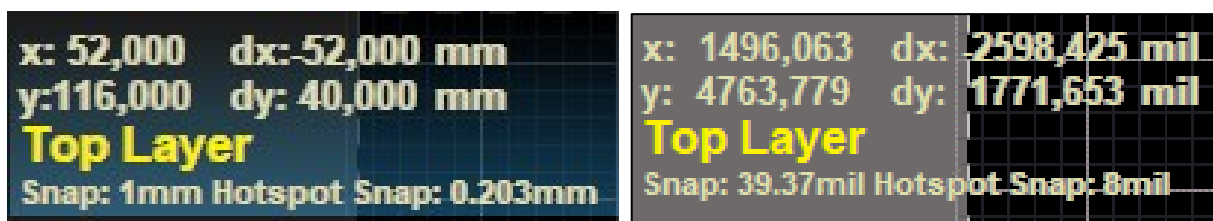

Рис. 3.3. Смена единиц измерения
1. Клавишей *Q* поменяйте единицы измерения на миллиметры (рис. 3.3).